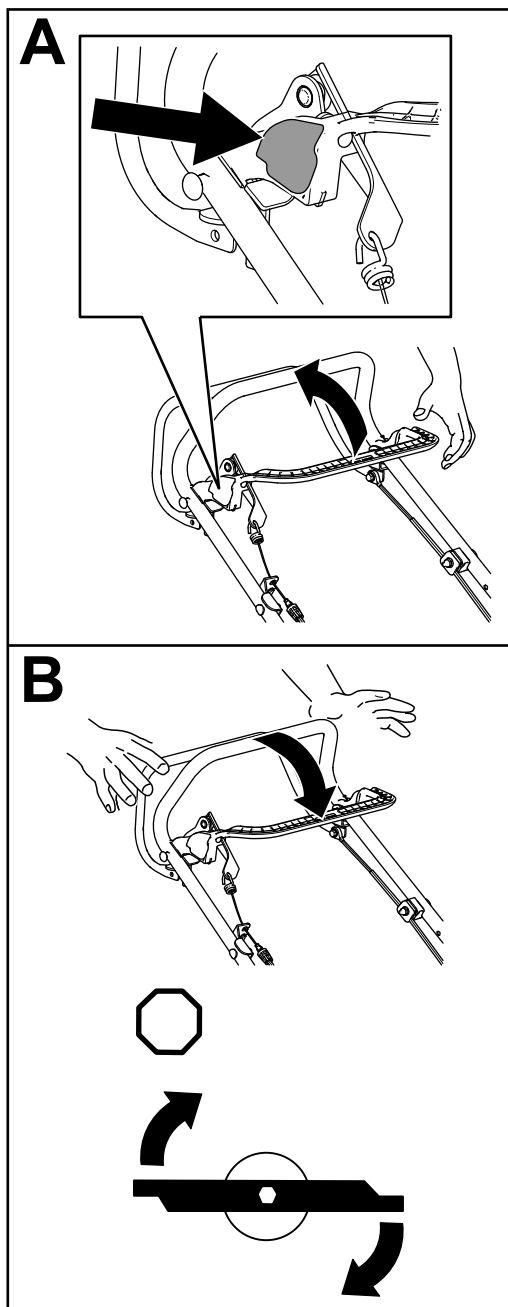

Bild 19
1. Halten Sie die Schaltbügel-Arretierknopf gedrückt, bis sie in den Schaltbügel einrastet (A in Bild 19).
2. Halten Sie den Knopf gedrückt und ziehen Sie den Schaltbügel zum Holm; das Schnittmesser sollte nun einkuppeln (A auf Bild 19).
3. Lassen Sie den Schaltbügel los, um das Schnittmesser auszukuppeln (B in Bild 19). Der Schaltbügel-Arretierknopf wird zurückgesetzt.